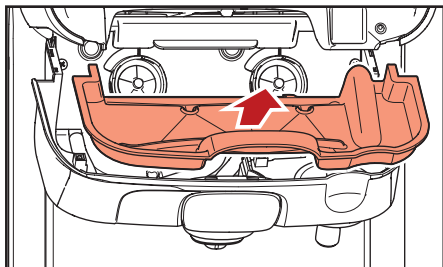

Bild. 5.11 - Avlägsna den inre droppbrickan
c. Avlägsna den inre droppbrickan och rengör den vid behov (bild 5.11).